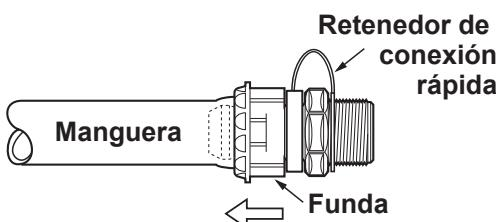

Figura 6. Instale el broche de retención
5. Sosteniendo la manguera en su lugar, jale y gire la funda de la conexión rápida sobre la manguera, lo más lejos posible. Encage el broche en su lugar. Véase Figura 6.
NOTA El broche de retención debe estar instalado. Si la funda no puede ubicarse sobre la conexión rápida para permitir que el broche de retención se deslice hasta su lugar, consulte la Figura 6. Humedezca la parte interior de la manguera con agua limpia y vuelva a intentarlo.
- Verifique que la instalación sea correcta. Consulte la Figura 6.